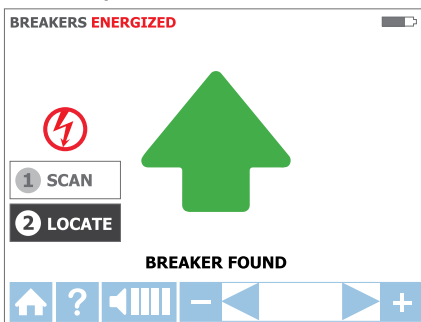

Figura 3.3e
3. Vuelva a realizar una lectura de todos los interruptores hasta que la flecha verde completa y la alerta audible (bip constante) indiquen que se encontró el interruptor correcto. (Consulte la Figura 3.3e).